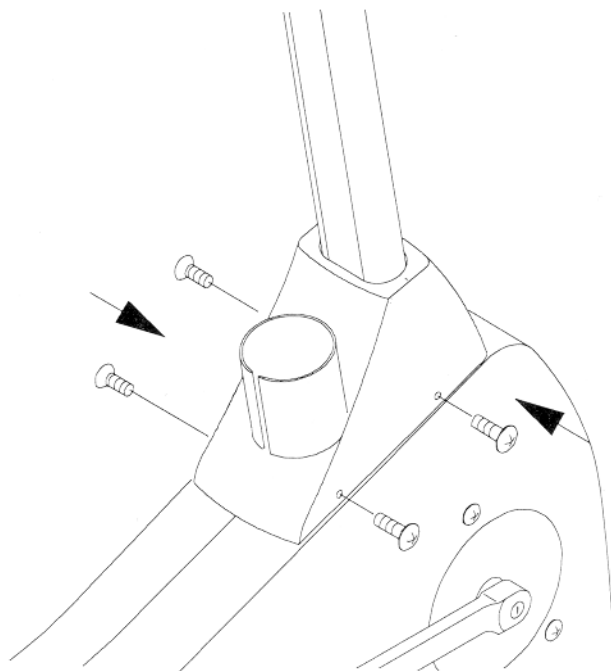

Fig.3
5. Gebruik vier schroeven om de rechtopstaande stang vast te maken (zie fig.3)